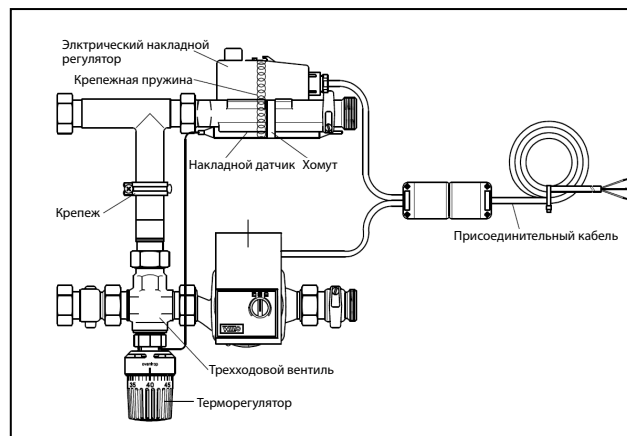
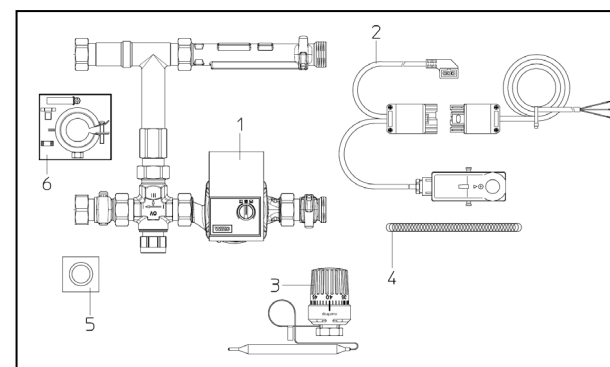
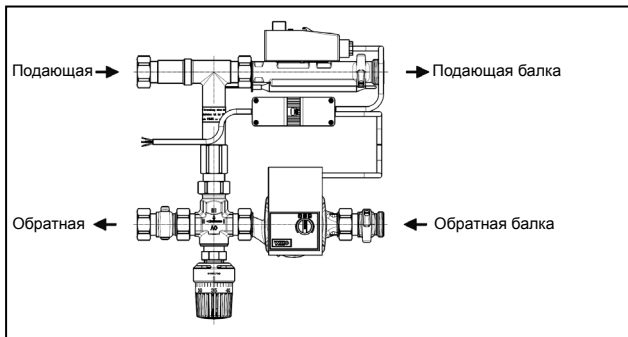

Рис. 5.1 Конструкция „Regufloor H“
Рис. 6.1 Комплект поставки
Рис. 6.2 Направление потоков
- Подающая линия блока всегда сверху. Обратная линия блока всегда снизу. Это необходимо учитывать при подключении к балкам распределительной гребенки (см. рис. 6.2)!
Насосно -смесительный блок подключить к распределительной гребенке. При подключении гребенки на 2 и 3 отопительных контура в качестве второго крепежа используют прилагаемый к насосному блоку монтажный комплект (см. рис. 5.1 и п. 6, рис. 6.1).
При монтаже терморегулятора (п. 3. рис. 6.1) на трехходовой вентиль снять защитный колпачок.
Закрепить электрический накладной регулятор (п. 2, рис. 6.1) на подающем трубопроводе с помощью пружины (п. 4, рис. 6.2). Значение настройки на накладном регуляторе задается